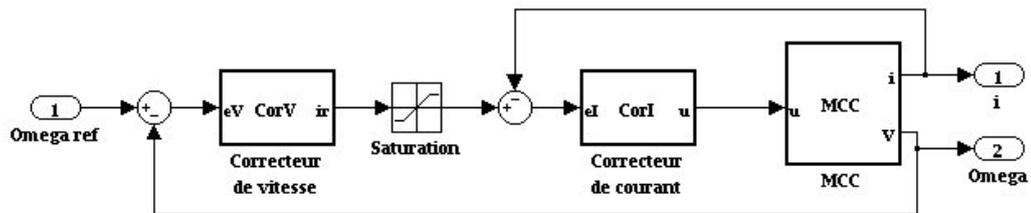

FIG. 4 – Boucles cascade
1. Une solution consiste à utiliser deux boucles en cascade (voir figure 4). La boucle interne asservit le courant. La boucle externe commande asservie la vitesse en commandant la consigne de courant. Dans le calcul de la consigne de courant, on inclut une saturation permettant de limiter les consignes de courant à la plage $[-I_{\max}; I_{\max}]$ ce qui permet de limiter le courant à condition que le réglage des dynamique respecte un découplage fréquentiel : la boucle interne doit être plus rapide que la boucle externe.